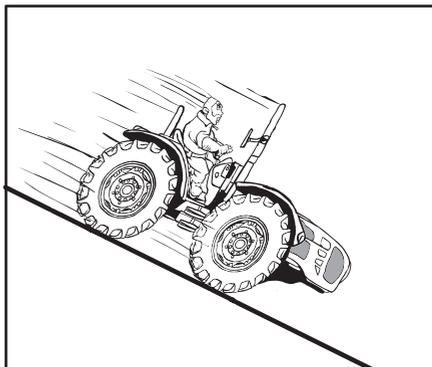

Fig. 2.22
- Enclenchez une petite vitesse avant d'amorcer une montée ou une descente (Fig. 2.22).